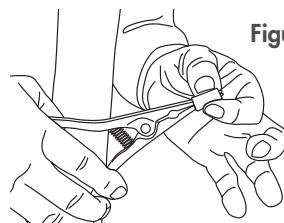

Figura 4
- 1) Introducir la boquilla elástica en las puntas de la pinza ensanchadora hasta el fondo siguiendo su conicidad (figura 4).